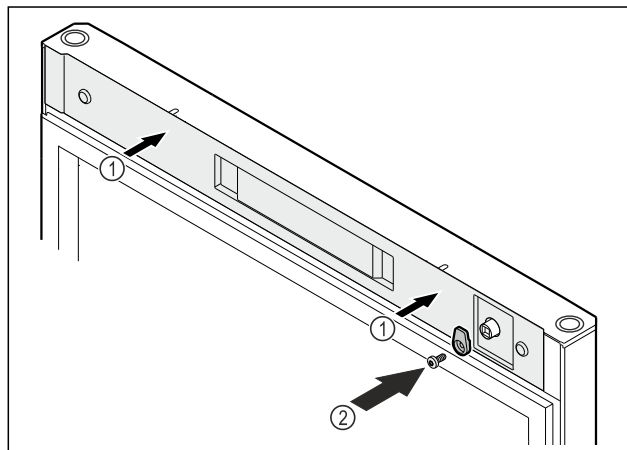

Fig. 55
- ▶ Namestite pokrov Fig. 55 (1).
- ▶ Privijte zapiralni zatič Fig. 55 (2).